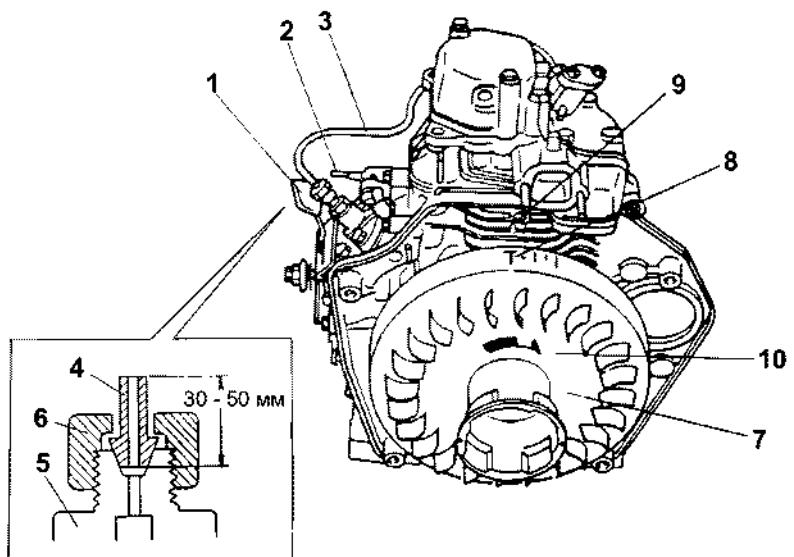

Рис. 37
2. Установите рычаг регулировки (Рис. 37, (1)) в положении RUN (РАБОТА).
3. Установите рычаг сброса давления (Рис. 37, (2)) в положение сброса давления.
4. Снимите топливопровод высокого давления(Рис. 37, (3)).
5. Прикрепите трубку для тестирования впрыска (Рис. 37, (4)) к корпусу нагнетательного клапана (Рис. 37, (5)) топливного насоса с помощью гайки (Рис. 37, (6)).
6. Установите отметку T (Рис. 37, (8)) на маховике (Рис. 37, (7)) соответственно пазу (Рис. 37, (9)) охлаждающего ребра (верхняя мертвая точка сжатия). Убедитесь, что топливо впрыскивается, когда маховик при вышеописанном условии, перемещается на 30 градусов назад и вперед.
7. Поверните маховик в направлении стрелки(Рис. 37, (10)) и проверьте момент впрыска θ (угол между отметкой T и U-образным пазом), остановив маховик во время впрыска топлива из трубы для тестирования впрыска.